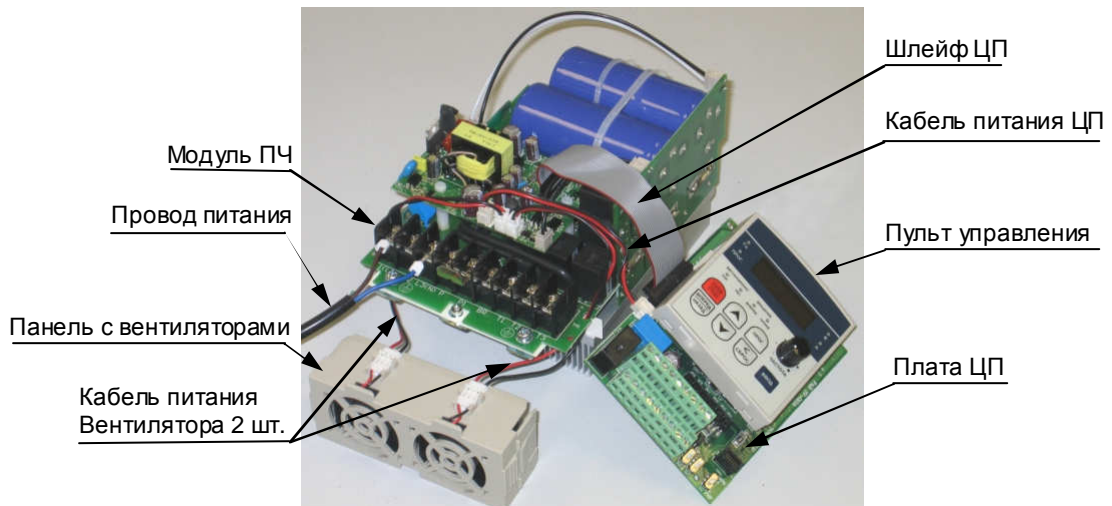

Рис.4.13
4.10.1. Подключить к модулю ПЧ плату ЦП, вентиляторы. На плату ЦП установить пульт управления. Использовать, для этого, штатные кабели и шлейфы (рис. 4.13).
4.10.2. Подключить преобразователь к электросети 1Ф ~220 В (рис.4.13).